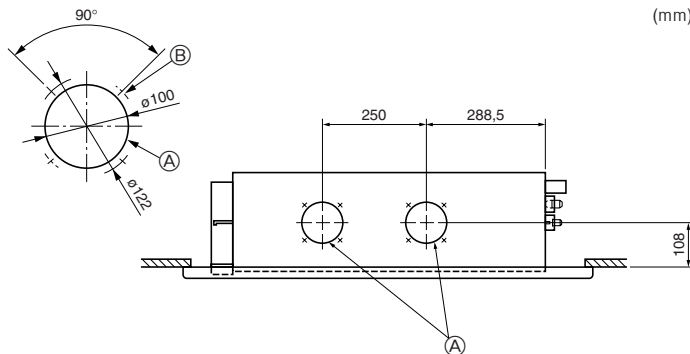

Fig. 2-10
2.5. Οπή εισαγωγής δροσερού αέρα (Fig. 2-10)